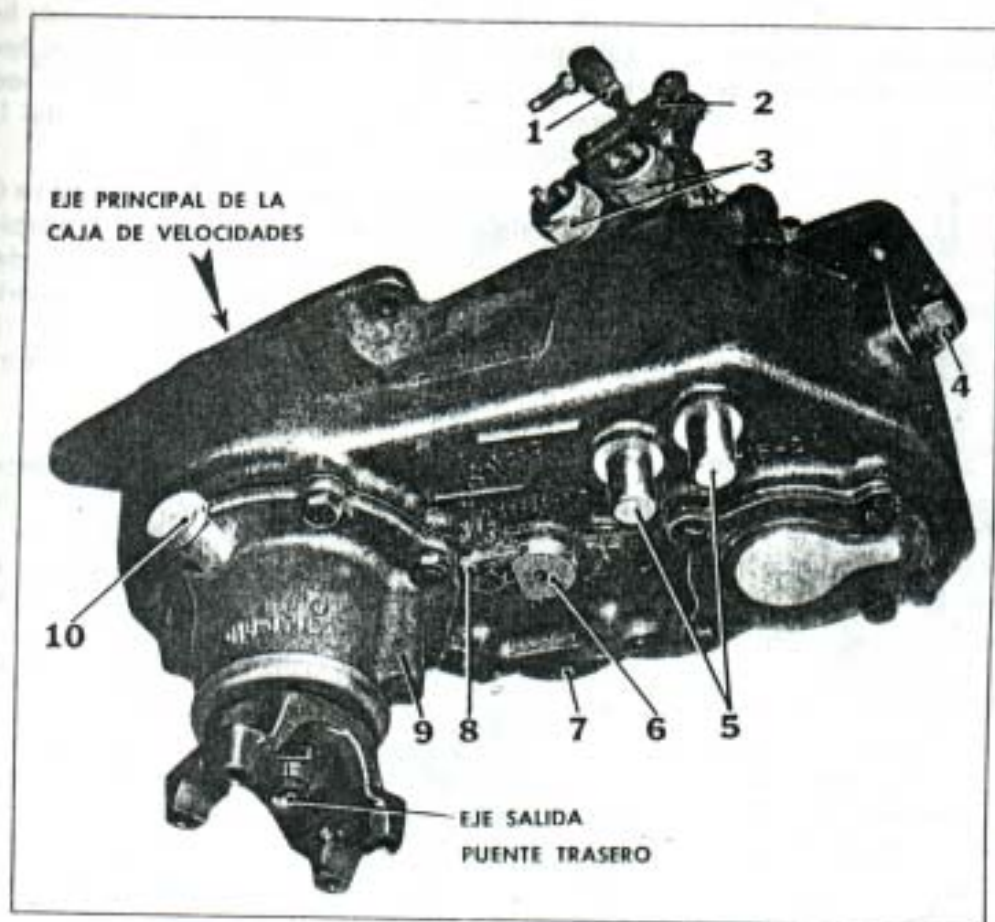

Fig. 283. - Vista trasera de la caja de transferencia.
La diferencia principal, con la anterior caja de transferencia, consiste en que en "Alta simple tracción", la potencia del motor se transmite en "directa" desde la salida de la caja de velocidades al puente trasero, sin pasar a través de los engranajes de la caja de transferencia. Como se muestra en Fig. 283, el eje de salida de la caja de transferencia al puente trasero está alineado con el eje principal de la
Se puede apreciar en la Fig. 283, la caja de transferencia con sus partes exteriores principales. El conjunto (9) de salida al eje trasero se halla situado en el lado opuesto al de fijación con la caja de velocidades. En este conjunto se halla ubicada la respiración (10) de la caja de transferencia. Las barras de cambio se hallan unidas por unas palancas de articulación (2) unidas a su vez a la barra de mando (1), que es la que recibe los movimientos desde la cabina.
- 1) Como medida preventiva y a efectos de evitar daños, aflojar las contratueras y retirar los interruptores de señales luminosas (3, Fig. 283).
- 2) Desmontar los bulones y arandelas que aseguran el cárter (7, Fig. 283) y retirar el mismo lo que permitirá apreciar el sistema de engranajes.
- 3) Desmontar los bulones y arandelas que aseguran el conjunto de salida al eje trasero, (9, Fig. 283) el que forma un conjunto cuyo desarme se indica en el Apartado b) y retirarlo.
- 4) Desmontar el bulón y la arandela de la placa de traba (8, Fig. 283) del eje intermedio (6, Fig. 283).